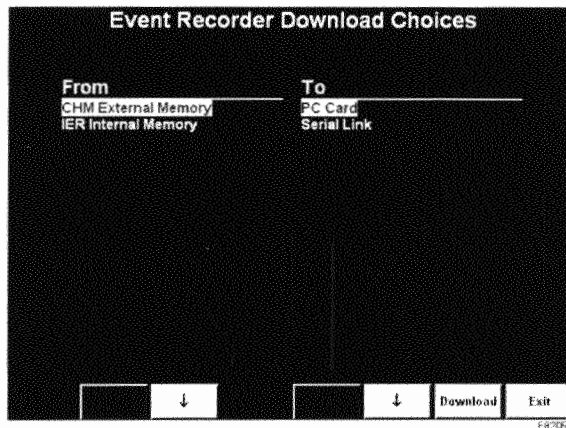

Figura 4-12. Pantalla de selección de descarga del registro de eventos
4. Una vez en la pantalla de "Descarga del registro de eventos" utilice la flecha arriba/abajo para seleccionar la ubicación para la recuperación y/o almacenamiento de los datos descargados. Consulte Figura 4-12.